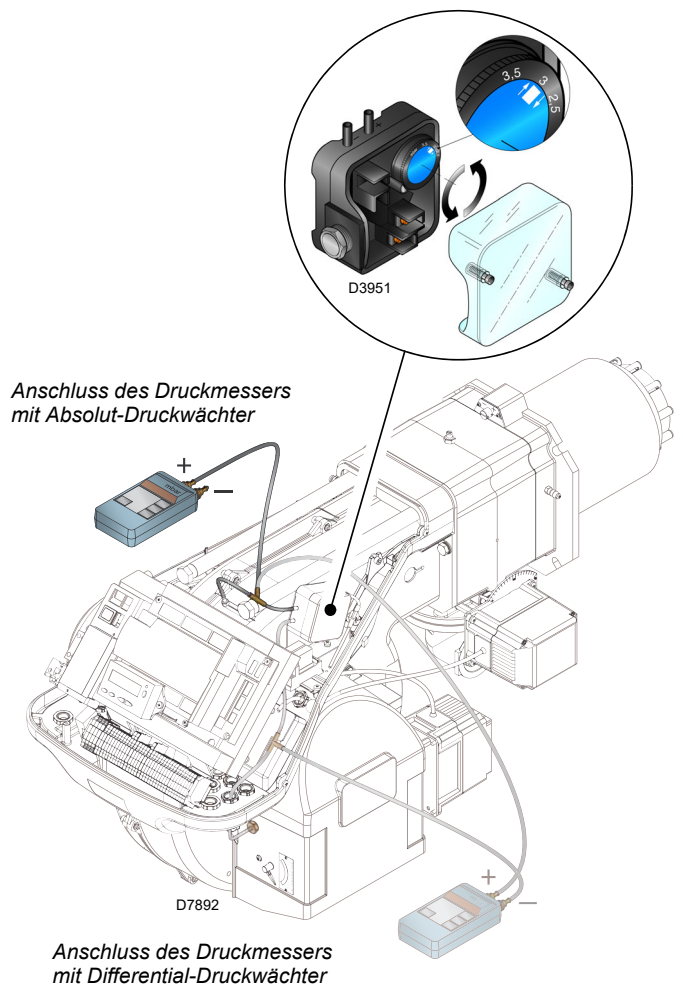

Abb. 29
- Regeln Sie den Luftdruckwächter (Abb. 29 auf Seite 35) auf den Skalenanfang.
Die Einstellung des Luftdruckwächter (Abb. 29) nach Durchführung aller anderen Einstellungen des Brenners mit auf erster Stufe eingestelltem Luftdruckwächter ausführen.
Nimmt der Brenner erneut eine Störabschaltung vor, den Drehgriff weiter geringfügig im Uhrzeigersinn drehen. Während dieser Arbeitsgänge kann es nützlich sein, einen Druckmesser zum Messen des Luftdrucks zu verwenden. Der Anschluss des Druckmessers ist in Abb. 29 angeführt.
Bei einigen Anwendungen mit starkem Unterdruck verhindert der Anschluss des Druckwächters dessen Umschalten. In diesem Fall ist es notwendig, den Druckwächter differential anzuschließen, indem eine zweite Leitung zwischen Luftdruckwächter und Saugleitungsöffnung des Gebläses angebracht wird. Dann muss auch der Druckmesser differential angeschlossen werden, d.h. wie in Abb. 29 gezeigt.